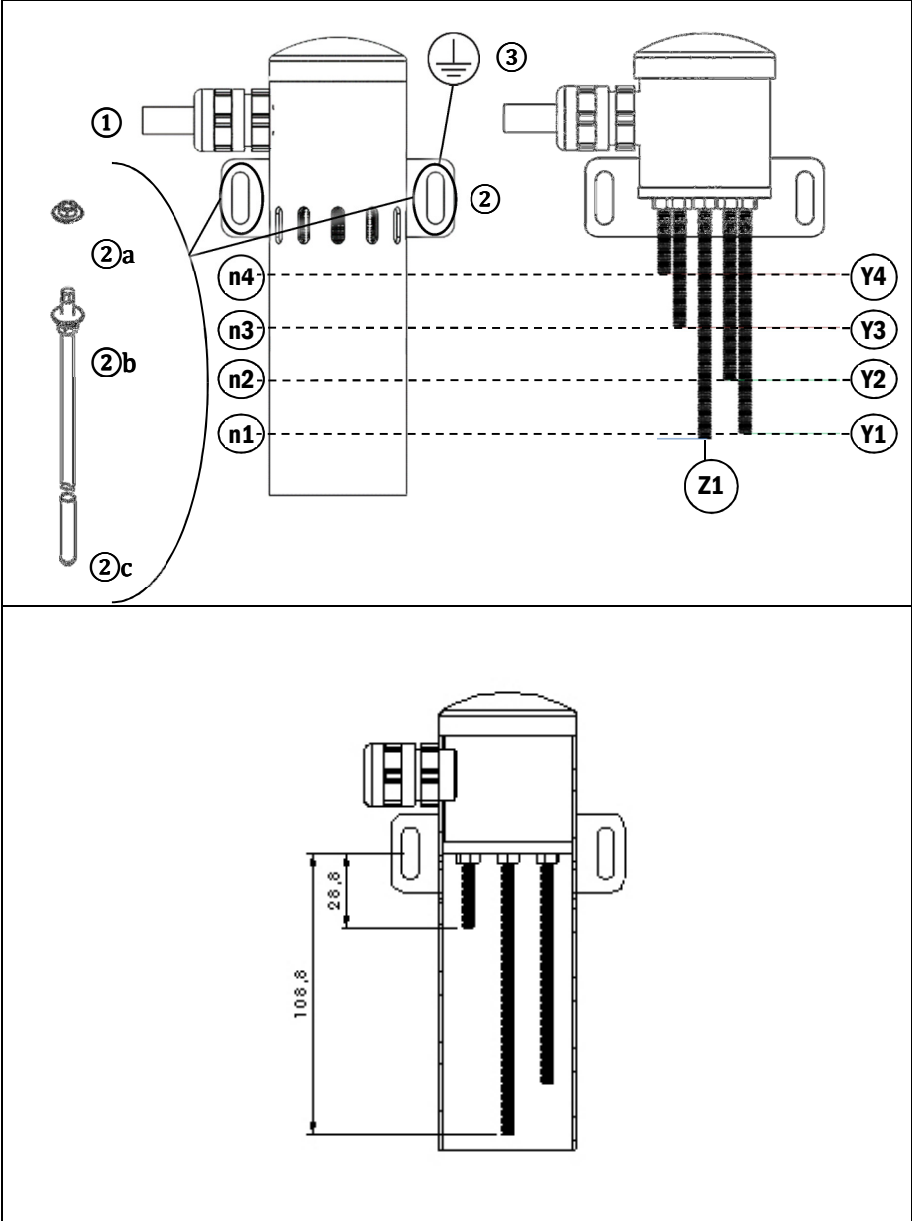
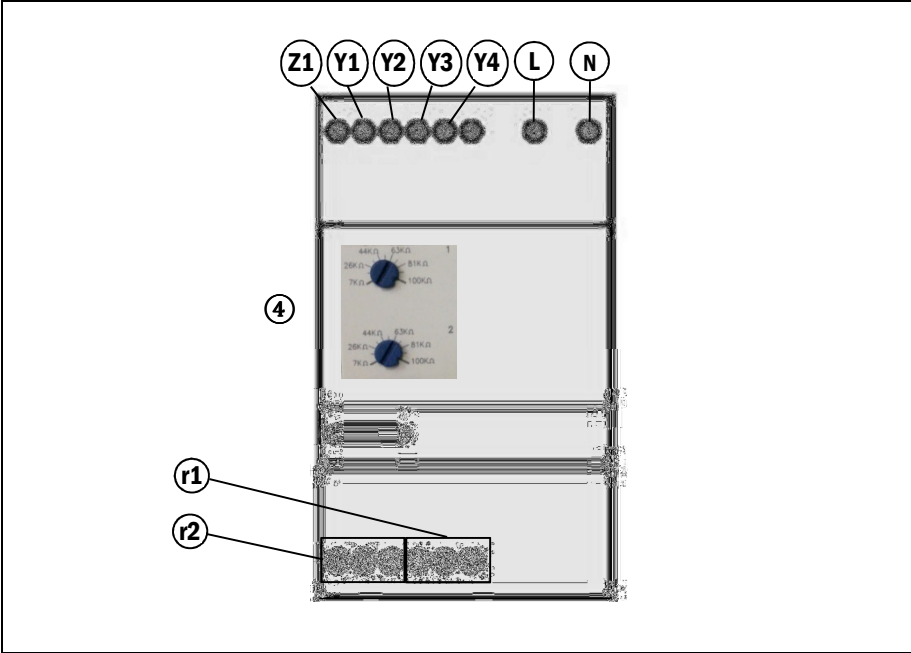

Fig. 1
Fig. 2
- Conectar una toma de tierra de la instalación a la unidad de control. (Ver Fig.1).
AVISO: *Riesgo de daño al equipo.* Nivelar el equipo de forma que el nivel de agua máximo de la fuente no supere la altura de la posición **n4** y el nivel mínimo no sea inferior a la varilla **n1** (ver Fig. 1). La función de las ranuras ubicadas sobre la posición **n4** es permitir la entrada y salida de aire al o del interior del sensor y evitar la creación de bolsas de aire.
- 5) Conectar la alimentación principal de la unidad de control (Fig. 2; **L**, **N**) a la corriente eléctrica (230 V AC)
La relación entre el nivel de agua (**n1-n4**; ver Fig. 1), las varillas vinculadas a las entradas a la unidad de control (**Y1-Y4**; ver Fig. 1 y Fig. 2) y los estados de los dos relés **r1** y **r2** se muestran en la tabla siguiente: